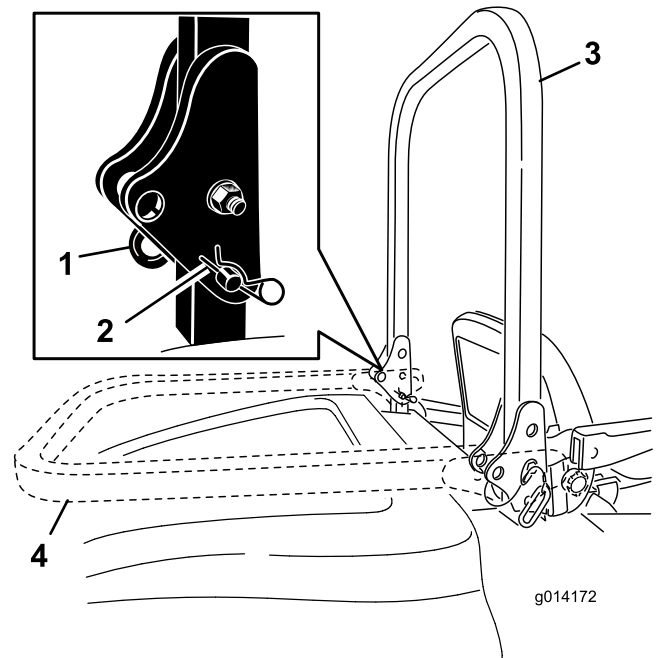

Figura 8
- Para bajar la barra anti-vuelco, retire los pasadores de horquilla, empuje la barra hacia adelante contra los muelles, y retire los dos pasadores (Figura 8).
- Baje la barra anti-vuelco (Figura 8).
- Instale los dos pasadores y fíjelos con los pasadores de horquilla (Figura 8).
- Para elevar la barra anti-vuelco, retire los pasadores de horquilla y retire los dos pasadores (Figura 8).
5. Eleve la barra anti-vuelco a la posición vertical, instale los dos pasadores y fíjelos con los pasadores de horquilla (Figura 8).